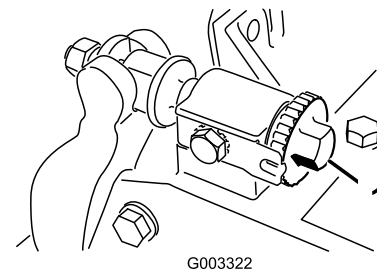

Figura 22
1. Reduzca el contacto entre el molinete y la contracuchilla girando los pomos de ajuste de la contracuchilla (Figura 22) en el sentido contrario a las agujas del reloj hasta que no exista contacto alguno.